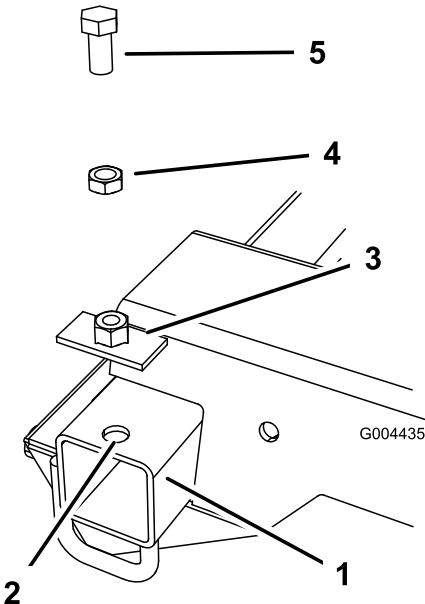

Bild 3
1. Fluchten Sie eine Schweißplatte mit dem Ende des Rahmens (Bild 3) aus und markieren Sie mit einem Stanzer das mittlere Loch der Platte.
2. Entfernen Sie die Platte vom Rahmen und bohren Sie an der Stelle, die Sie mit dem Stanzer markiert haben, ein Vorbohrloch in die Oberseite des eingeschweißten Rahmenrohrs (Bild 3). Vergrößern Sie den Durchmesser des Lochs auf 13 mm und 16 mm.